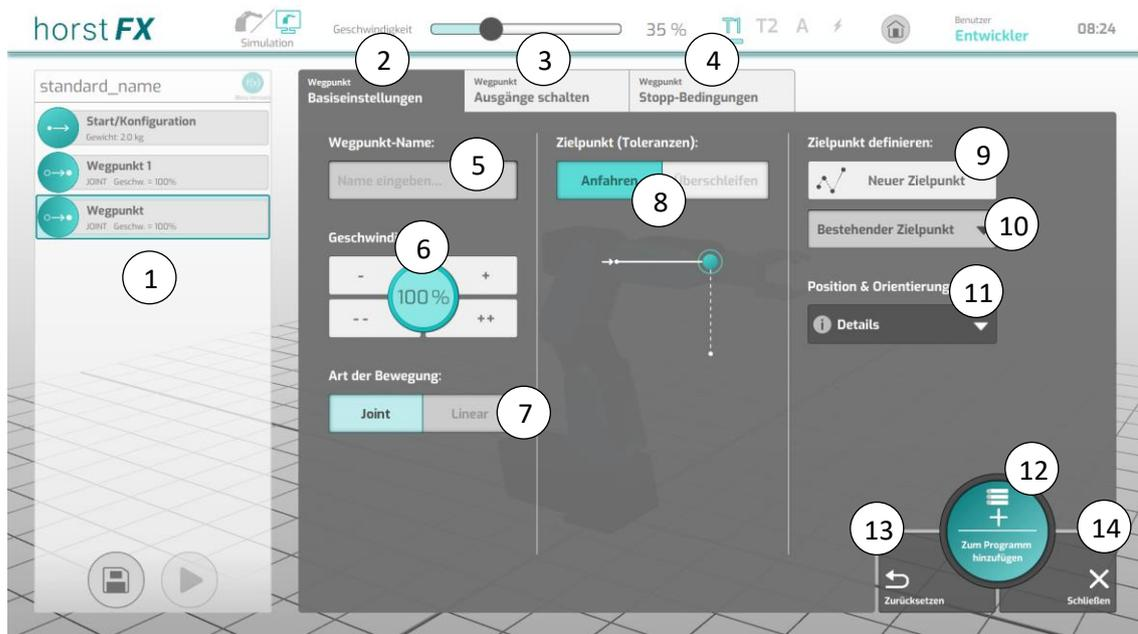

Abb. 5-28: Aktionsfenster – Wegpunkt
Einzigster Unterschied zwischen der **Aktion Relativer Wegpunkt** und der **Aktion Wegpunkt** ist das Menü **Zielpunkt definieren** bzw. **Relativen Zielpunkt definieren**. Letzteres wird durch Drücken des Buttons **Neuer rel. Zielpunkt** (1) aufgerufen (vgl. Button **Neuer Zielpunkt** (9), Abb. 5-28).